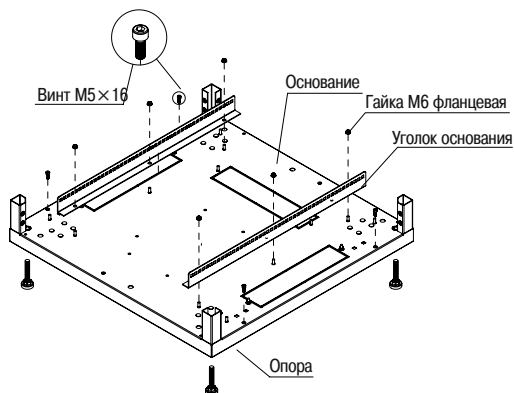

Рисунок 1 – Нижнее основание
- 3.1.1 Извлеките из первого места составные части изделия. Установите на нижнее основание два уголка основания с помощью гаек М6 с фланцем, затем вкрутите опоры (4 шт.), а также винты М5×16 (4 шт.) с цилиндрической головкой (рисунок 1).